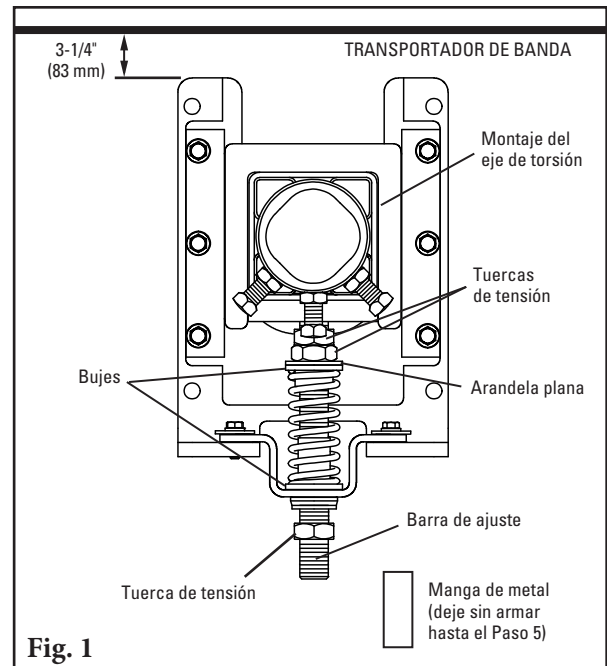

Fig. 1
- 1. Configure de nuevo el tensor estándar al estilo de empuje.** Quite las 3 tuercas de tensión, la arandela plana, los 2 bujes, resorte, manga y soporte de sombrero; arme de nuevo (Fig. 1) con 2 tuercas de tensión, la arandela plana, 2 bujes, resorte y soporte de sombrero en el extremo superior de la barra de ajuste. Agregue la 3ra tuerca de tensión en la parte inferior de la barra de ajuste, esto actuará como un seguro para la manga.
- 2. Instale las bases de montaje del tensor.** Coloque las bases en la estructura o chute de manera que las partes superiores de las patas de la base estén 3-1/4" (83 mm) debajo de la banda (Fig. 1).